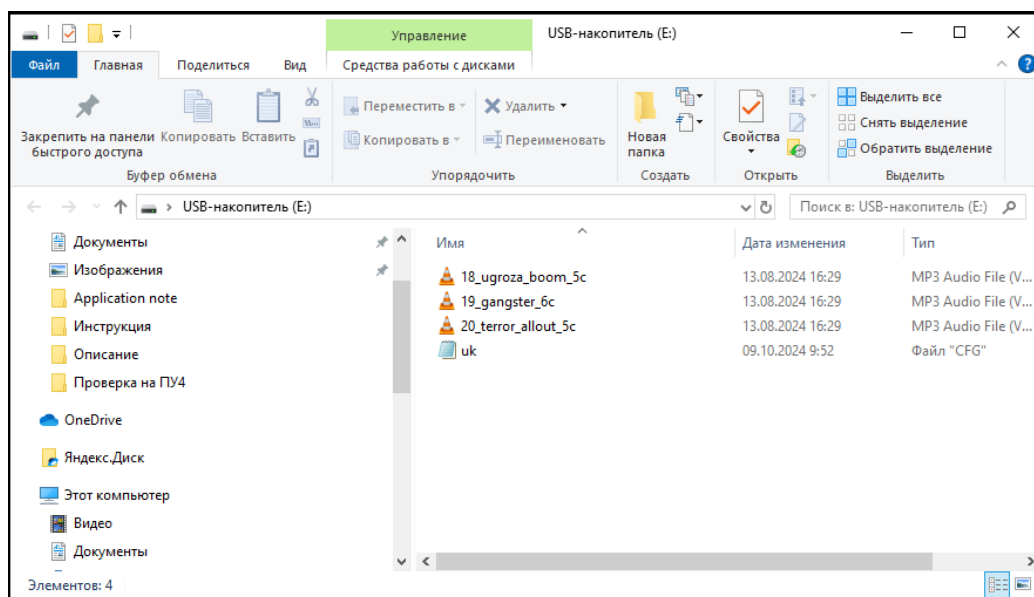

Рис.6.1.
6.1 Установить программу ukcfg на ПК. Подключить УК к ПК, используя кабель micro USB - USB 2.0 Type-A. При успешном подключении на ПК откроется окно проводника (рис.6.1).